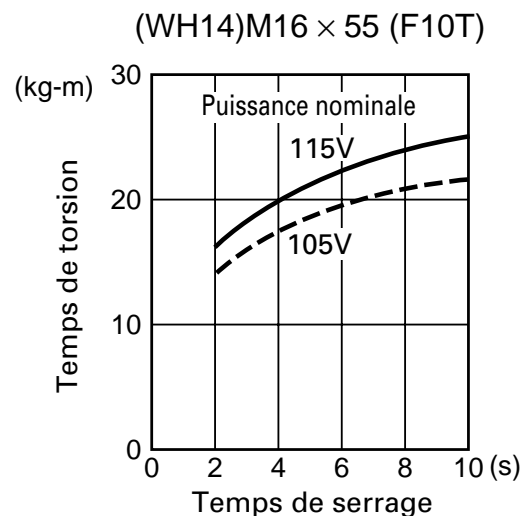

Fig. 5
1. Vérifier la tension secteur. (Fig.5, 6, 7, 8 et 9)
Le couple de serrage diminue quand la tension secteur baisse. (Voir Fig.5, 6, 7, 8 et 9)
Le couple de serrage augmente quand le temps de fonctionnement augmente. Toutefois, le couple de serrage n'augmente pas au-dessus d'une certaine valeur, ceci même si l'appareil marche pendant longtemps. (Voir Fig.5, 6, 7, 8 et 9)
Le couple de serrage diffère selon le diamètre du boulon comme le représente les Fig.5, 6, 7, 8 et 9. En règle générale, un boulon de diamètre plus large nécessite un couple de serrage plus important.